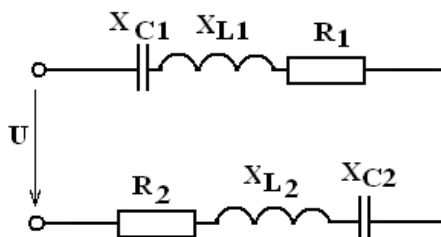

Рис.8.21
2. Напряжение на зажимах цепи, вариант которой соответствует последней цифре учебного шифра студента и изображенной на рис. 8.21, изменяется по закону $u = U_m \sin \alpha t$. Амплитудное значение напряжения U_m , значения активных сопротивлений R_1 и R_2 , индуктивностей катушек L_1 и L_2 , емкостей конденсаторов C_1 и C_2 приведены в табл. 8.3. Частота питающего напряжения $f = 50 \text{ Гц}$.